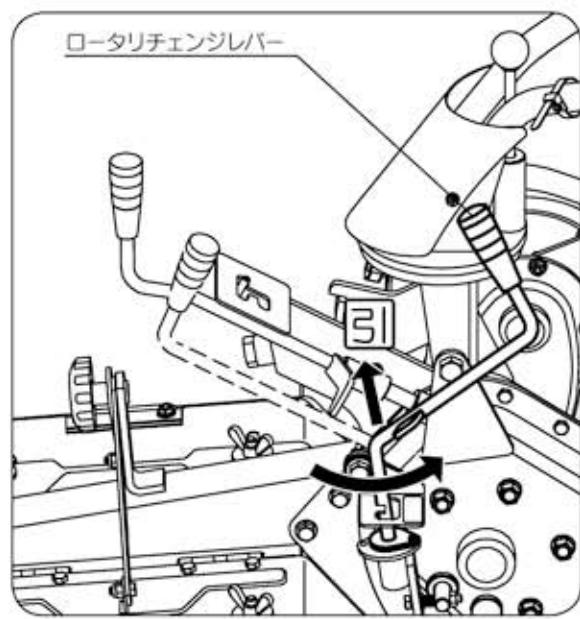

図61
- ロータリチェンジレバーを上に引きながら回すことで、向きを変えることができます。(図61)